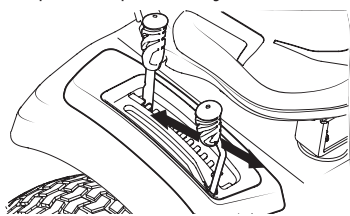

Figura 28
- Empuje la palanca PTO (enganche de cuchillas) hacia adelante hasta la posición acoplada (ON) (Figura 28).